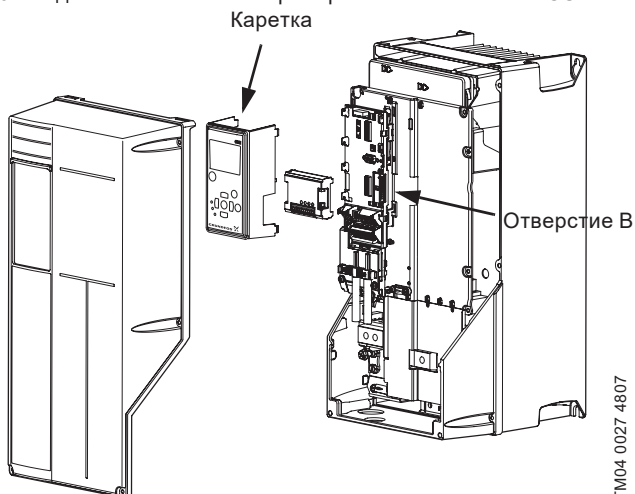

Рис. 49 Корпусы А5, В1, В2, В4, С1, С2, С3, С4, D1 и D2
4. Подключите сигнальные кабели и закрепите их с помощью прилагаемых кабельных стяжек. См. рис. 49.